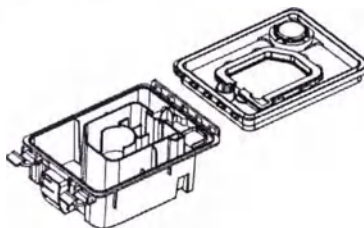

Рис. 5-5
(2) Очистка водной камеры: вымыть две части водной камеры, как показано на Рис. 5-5. Вы можете также очищать их используя гвая ткань (смачивайте его в моющей жидкости, в случае необходимости), тщательно промойте их, а затем тщательно протрите сухой мягкой тканью.